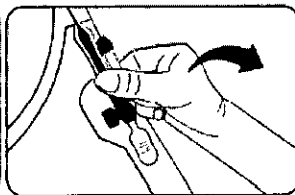

Figura 12
- Extraer el catéter dispensador cargado y la guía dispensadora de filtro BareWire de la bandeja sujetando a la vez el mango negro y el torque y tirando suavemente de ellos (figura 12).